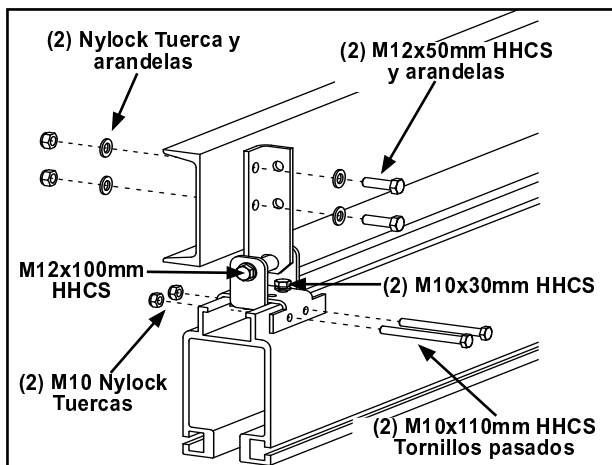

Figura 3-7
- Paso 5. Alinee los orificios con los soportes de montaje con los del soporte de Canaleta-C. Vea Figura 3-7.
- Paso 6. Inserte dos (2) Tornillos M12 x 50 mm HHCS con arandela plana M12 a través del soporte de montaje de Percha y canaleta-C. Instale dos (2) Tuercas Nylock M12 con arandelas. **Apriete hasta asentar tornillos + 1/4 vuelta.** No apriete de más. Apretar de más puede causar que el soporte se doble.
- Paso 7. Asegure el soporte de montaje al riel apretando dos (2) M10 x 30 mm HHCS Hasta que las arandelas de seguridad estén planas. No apriete de más.